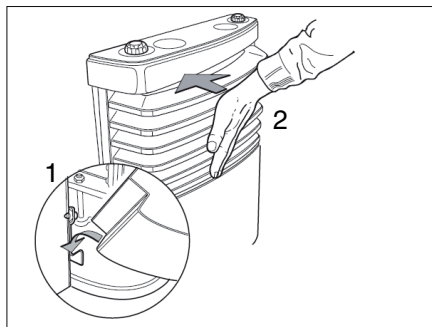

Bild 104 Heizungsverkleidung anbringen
- Heizungsverkleidung montieren. Dazu Verkleidung in die unteren Lager einhängen (Bild 104,1).
- Abdeckung einschwenken bis die Verriegelungshebel hörbar einrasten (Bild 104,2).